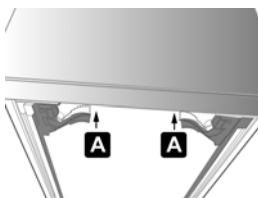

Figura 1
- Presionar los clips (A, véase figura 1) de la parte inferior. Se desbloquean los topes.